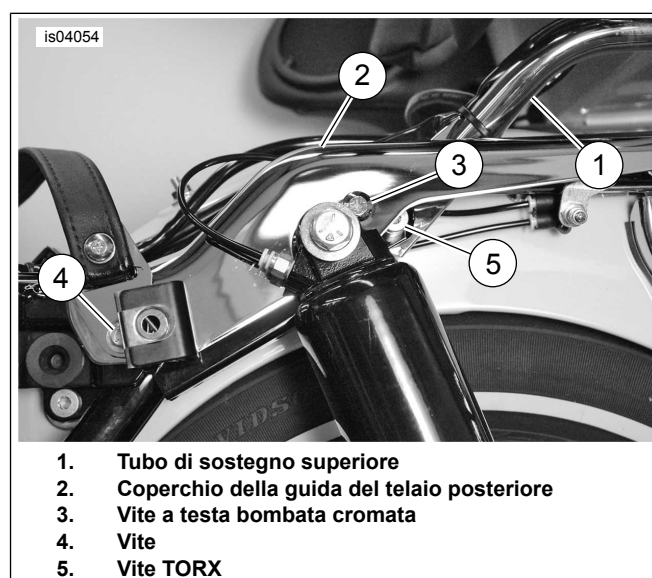

Figura 1. Rimozione del tubo di sostegno superiore
4. Vedere Figura 1. Rimuovere il tubo di sostegno superiore (1).
- a. Rimuovere la vite a testa bombata cromata (3).
- b. Rimuovere la vite (4), la rondella, la staffa della borsa portapacchi e la cinghia della sella.
- c. Riposizionare il coperchio della guida (2) per accedere alla vite TORX® (5) che trattiene il tubo di sostegno superiore (1). Rimuovere la vite (5).
8. Vedere Figura 1. Installare i coperchi cromati delle guide del telaio (2), le staffe delle borse portapacchi e la cinghia della sella. Serrare la vite del coperchio cromato (3) ad una coppia di 2,8–4,5 N·m (25–40 **in-lbs**). Serrare, ma solo manualmente, la vite (4) delle staffe delle borse portapacchi. Al momento di installare le borse portapacchi, potrebbe essere necessario allineare questa staffa.